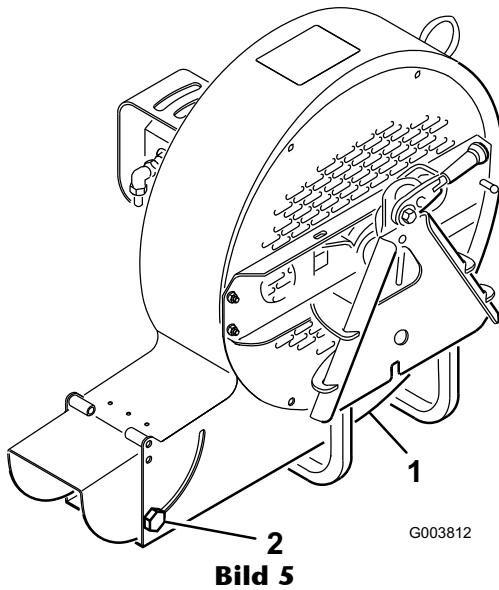

Bild 5
Die Auswurföffnung (Bild 5) kann verstellt werden, um die Geschwindigkeit und das Volumen der Luftausgabe zu erhöhen oder zu verringern. Ein Verkleinern der Auswurföffnung erhöht die Geschwindigkeit.
1. Lösen Sie die Befestigungsschrauben des Ablenkblechs an der Auswurföffnung (Bild 5).